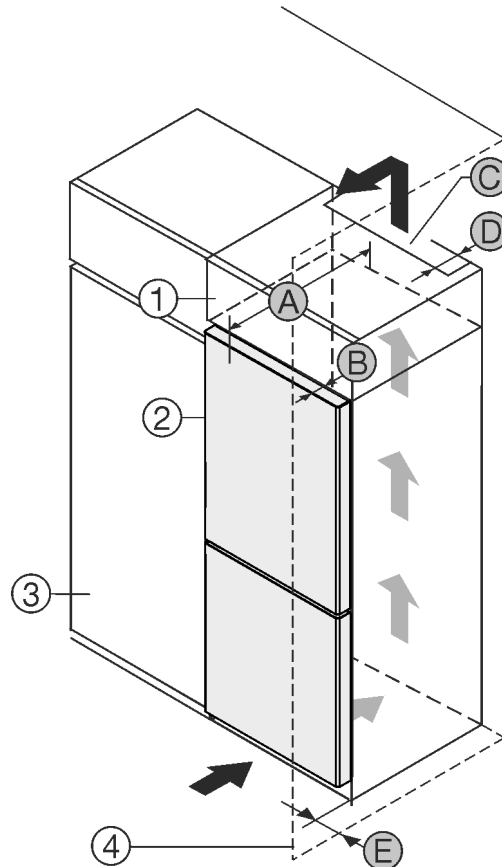

Fig. 1
A készülék közvetlenül a konyhaszekrény Fig. 1 (3) mellé állítható.
A rátétszekrény hátoldalán egy megadott mélységű Fig. 1 (D) szellőzőaknát kell kialakítani a rátétszekrény teljes szélességében.
A mennyezet alatt be kell tartani a szellőző keresztmetszetet Fig. 1 (C).
Ha a készüléket a zsanérjaival a fal Fig. 1 (4) mellé állítja fel, legalább 13 mm távolságot kell tartani a faltól.
Ha a készüléket a zsanérjaival a fal Fig. 1 (4) mellé állítja fel, legalább 20 mm távolságot kell tartani a faltól.
Ahhoz, hogy az ajtót teljesen ki tudja nyitni, a készüléknek a konyhaszekrény elülső oldalához képest legalább az ajtó mélységének Fig. 1 (B) megfelelően ki kell állnia. A konyhaszekrények Fig. 1 (3) mélységétől és a fali távtartók használatától függően a készülék nagyobb mértékben is túllóghat előre felé.